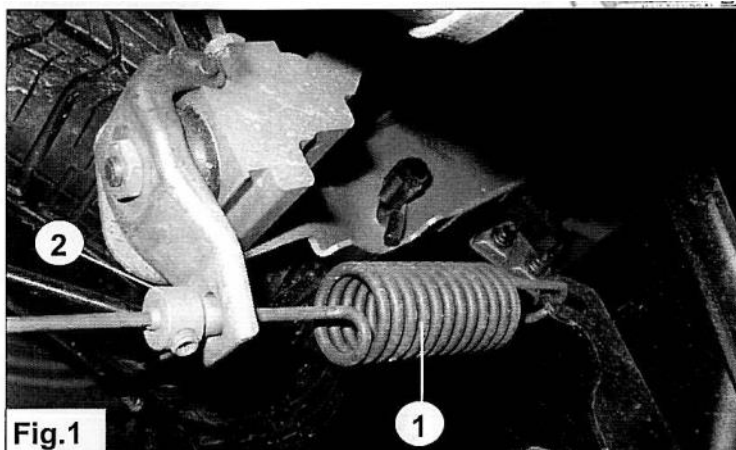

Fig.1
1. Démontez le CFA du ressort 1. Voir fig. 1.